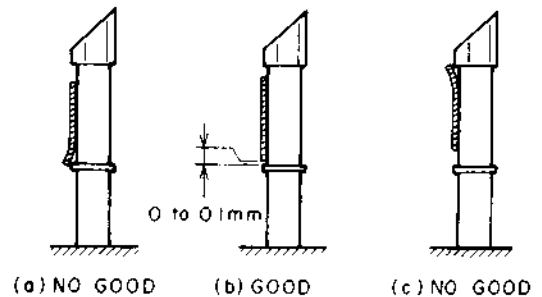

Fig. 7-7
- 2) Turn the CUE/REVIEW GUIDE height adjustment Nut ③ so that the wrinkle between the PINCH ROLLER and the CUE/REVIEW GUIDE are not existed.
- 3) Depress the REV button (REVIEW mode) confirm the curl at the tape down edge is not existed at the TAPE GUIDE as shown in Fig. 7-7.
(Fig. 7-7 (c) is not acceptable, but Fig. 7-7 (b) is acceptable).
- 2) Tournez l'écrou ③ de réglage de hauteur du guide CUE/REVIEW de façon que le plissement entre le galet presseur et le guide CUE/REVIEW soit inexistant.
- 3) Appuyez la touche rembobinage (mode REVIEW), vérifiez qu'il n'y a pas d'ondulation sur le bord inférieur de la bande au niveau du guide TU, comme montré dans Fig. 7-7.
(Fig. 7-7 (c) n'est pas acceptable, mais la Fig. 7-7 (b) est acceptable.)